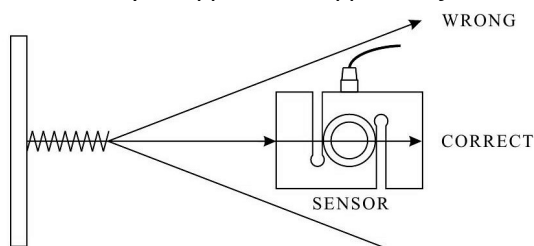

Рис. 4. Правильний напрямок прикладання зусилля
- Б) Під час вимірювання міцно тримайте датчик або закріпіть його на випробувальному стенді. Лінія дії зусилля має збігатися з центральною віссю датчика — лише так вимірювання навантаження буде коректним (Рис. 4).